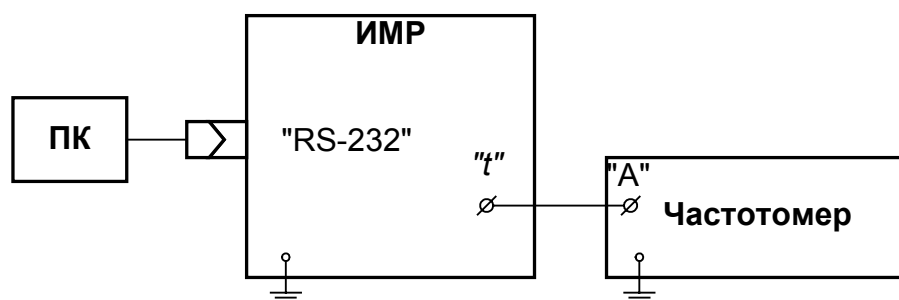

Рис. 22. Схема подключения модуля ИМР при поверке.
В соответствии с руководством по эксплуатации выполняется подготовка к работе и проверка функционирования КПИ, для чего последовательно собираются схемы поверки в соответствии с рис.22, 26, 28 для модуля имитатора расхода ИМР, модуля управляемого счетчика импульсов УСИ, модуля измерителя постоянного тока ИПТ.
- собрать схему в соответствии с рис.22;